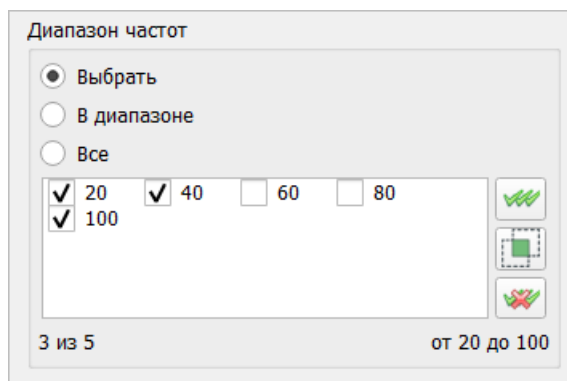

Рисунок 370 – Блок редактирования диапазона частот карточки «Поиск источника»
– «Диапазон частот» – список частот, на которых производится расчет. Список доступных частот ограничен набором частот, на которых выполнен пересчет во все узлы. Среди доступных частот можно выбрать необходимые частоты по отдельности или ограничить их диапазоном путем переключения соответствующих пунктов в блоке настроек «Диапазон частот» (Рисунок 370), в котором также указывается количество выбранных частот;